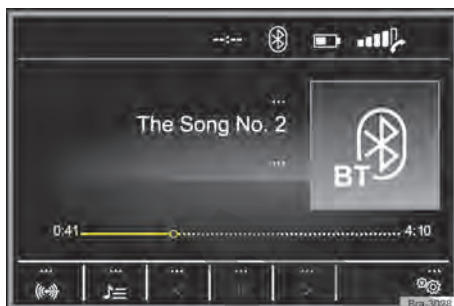
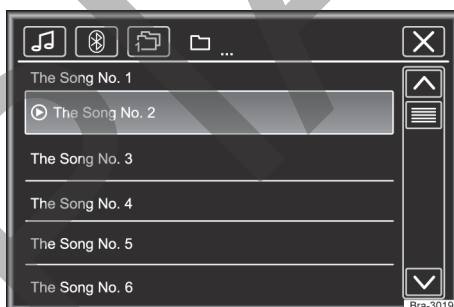

Fig. 125 Menú principal de medios.
Fig. 126 Operación de la radio: lista de estaciones.
– Presionar la tecla **MEDIA** para abrir el menú principal **MEDIA** → fig. 125.
Las fuentes de medios que se reproducen actualmente se exhiben en el botón de función en la parte inferior izquierda → fig. 125.
Leyenda para → fig. 125 y → fig. 126: